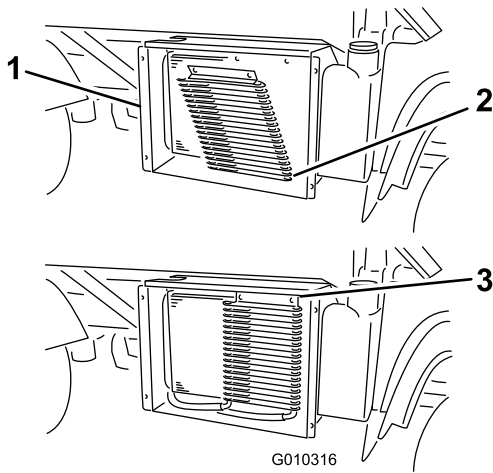

Bild 69
6. Drehen Sie die Riegel und den Ölkühler (falls vorhanden) vom Kühler weg (Bild 69).